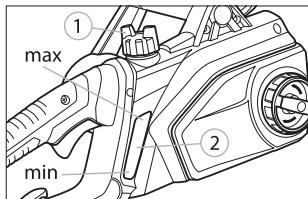

Рис. 8
- Открутите крышку масляного бачка 1 (рис. 8) и залейте масло для цепных пил до отметки MAX на смотровом окне 2 (рис. 8).
- Закрутите крышку масляного бачка 1 (рис. 8).